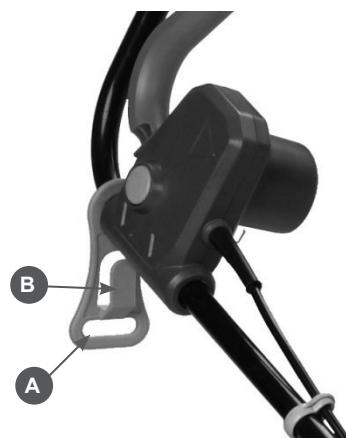

Рис.7
В целях безопасности, во время работы, кабель необходимо зафиксировать в специальном держателе, расположенном на рукоятке газонокосилки (Рис.7).
Для закрепления кабель сложить петлей и ввести в отверстие (A) Рис.7. Затем надеть его на крюк(B) и затянуть до отказа.